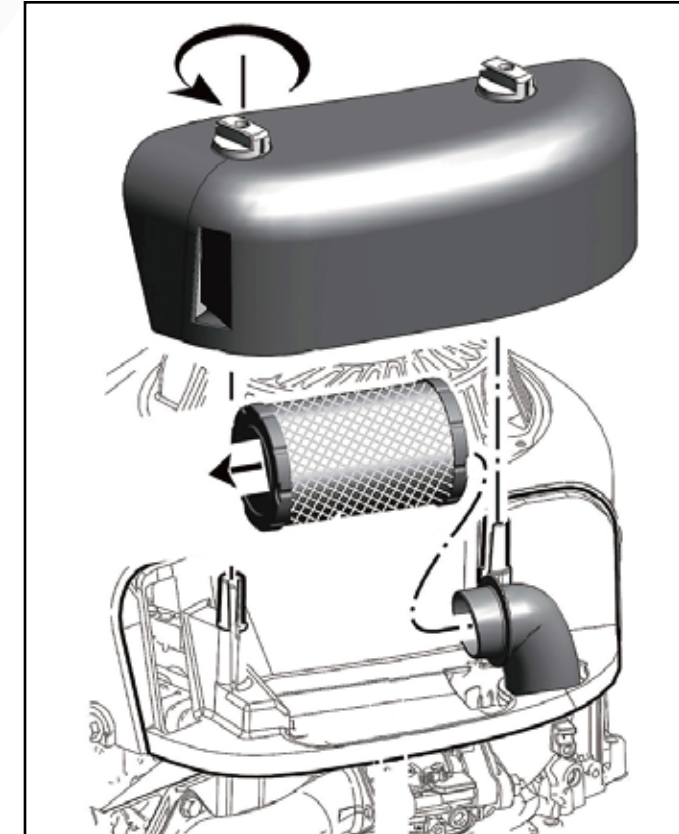

Fig. 34
1. Afloje las fijaciones y retire la cobertura. (Fig. 34)